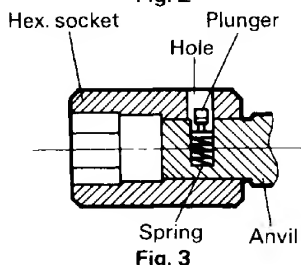

Fig. 3
### (3) Plunger type (WH22SA) (Fig. 3)